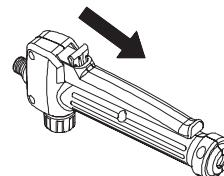

Abbildung 13
- Drücke zum Verrigeln den Hebel nach unten und ziehe den Verriegelungsknopf nach hinten, lasse dann anschließend den Hebel los. Siehe Abbildung 13.